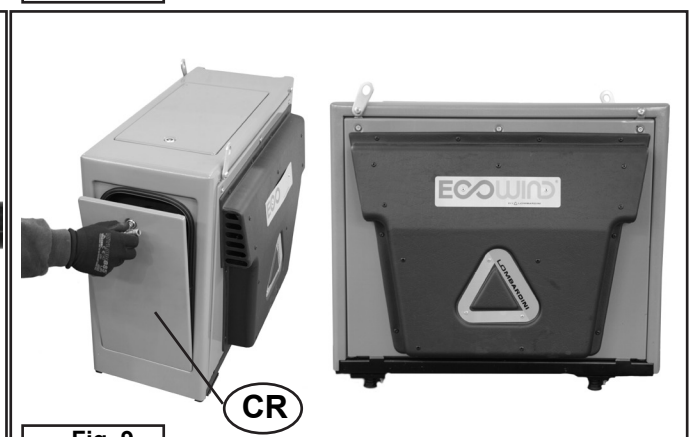

Fig. 9
- carter di protezione fissi (**CR**) (Fig. 9);